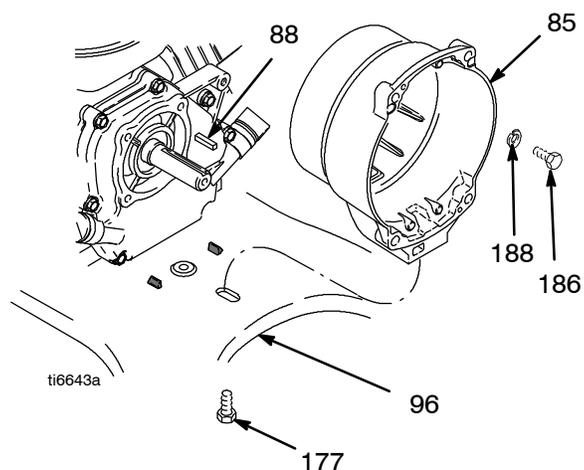

Fig. 10
1. Fig. 10. Rimuovere le quattro viti (186) e le controrondelle (188) che bloccano il corpo della frizione (85) sul motore.
2. Rimuovere la vite (177) dal di sotto della piastra di montaggio (96).
3. Estrarre il corpo della frizione (85).
1. Fig. 10. Spingere il corpo della frizione (5).
2. Installare le quattro viti (186) e le controrondelle (188) e bloccare il corpo della frizione (85) sul motore. Serrare fino a 22,6 N•m. (200 in-lb).
3. Installare il coperchio a vite (177) dal di sotto della piastra di montaggio (96). Serrare fino a 35,2 N•m (26 piede-libbra).